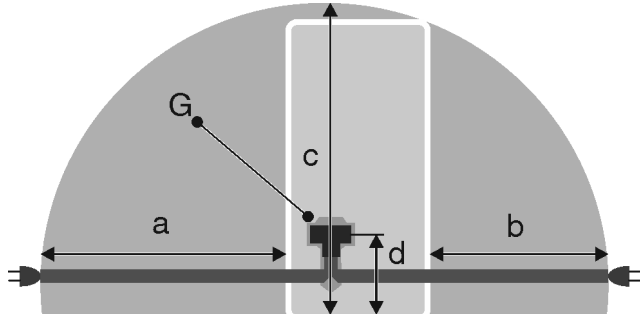

Fig. 30 \*
- Pistorasia ei ole laitteen takana, vaan a- tai b-alueella Fig. 30 (a, b, c).
- ▶ Liitä pistoke Fig. 30 (G) laitteen takana olevaan liitinaukkoon. Varmista, että osat kiinnittyvät kunnolla paikalleen.